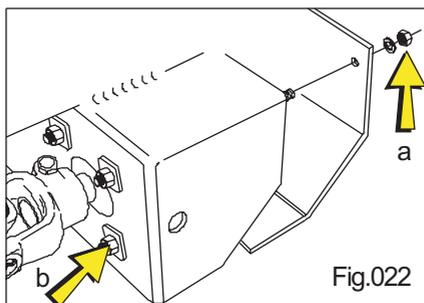

Fig.022
- Retirar o capo soltando as porcas (Fig.022 “a”).
- Desaperte o mancal através das porcas (Fig.022 “b”).
- Apertar o parafuso tensor (Fig.020“b”), até que a corrente fique levemente tensionada, apertar o mancal conforme (Fig.022“b”), colocar o capo e prendelo com as porcas (Fig.022“a”).